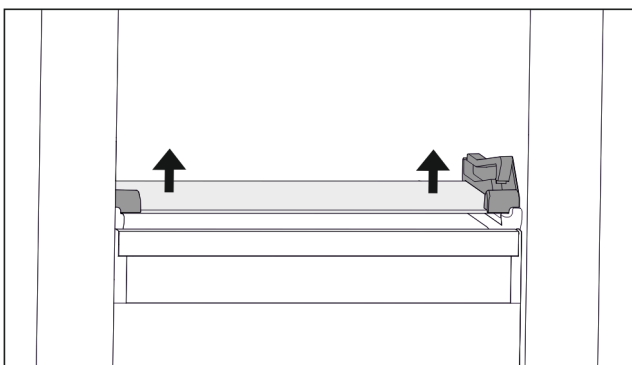

Fig. 70 Скляна пластина відкидного висувного ящика
- ▶ Скляну пластину натиснути з обох боків знизу вгору. (див. Fig. 70)